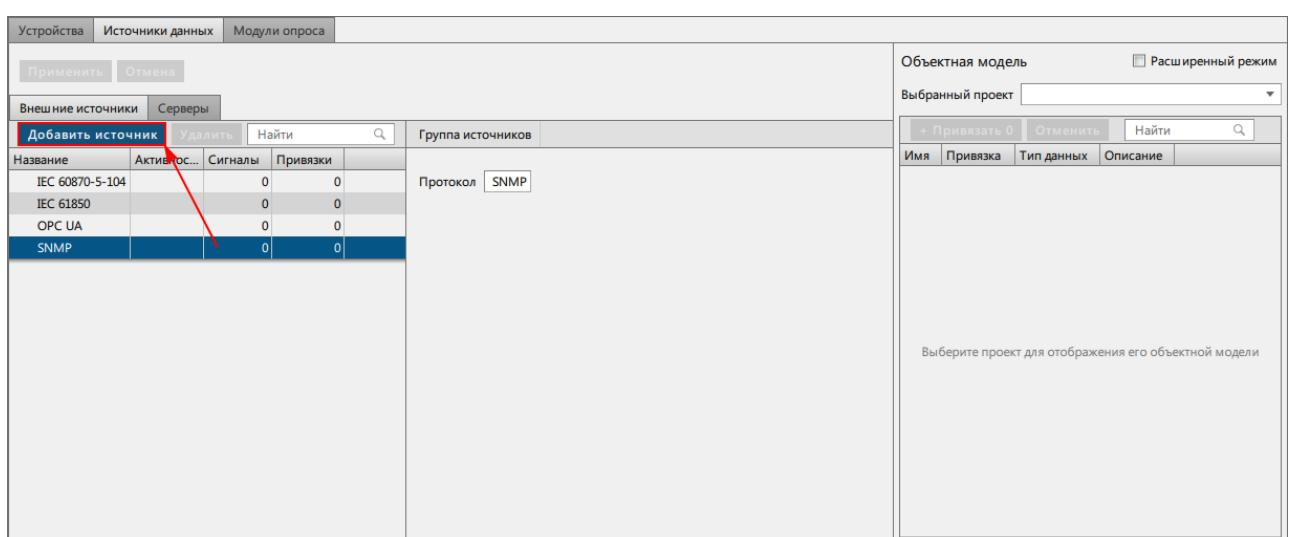

Рисунок 233 - Добавить источник
- Добавьте источник: **Источники данных** → **Внешние источники** → **SNMP** → **Добавить источник** (Рисунок 233).